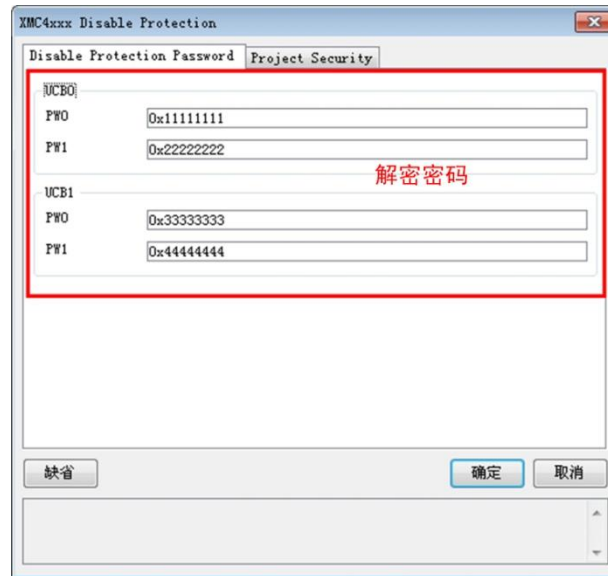

图 5.8 UCB0 与 UCB1 解密密码
1. 在选项界面输入 UCB0 和 UCB1 的解密密码, 如图 5.8 所示;